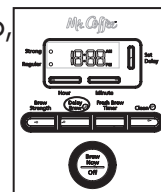

Figura 10
3. Para activar la DEMORA DEL COLADO y programar su cafetera para colar café luego, oprima el botón de DEMORA DE COLADO una vez (Figura 10). La luz de DEMORA DE COLADO verde se encenderá. Ahora la cafetera está lista para colar café automáticamente más tarde a una hora preseleccionada. Ahora se encenderá la luz de INTENSIDAD DEL COLADO. Usted puede seleccionar la intensidad que desee oprimiendo el botón de INTENSIDAD DEL COLADO.
Para cancelar DEMORA DEL COLADO: Presione el botón de DEMORA DE COLADO (Figura 10).